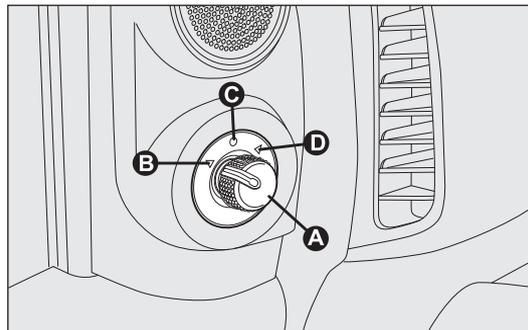

fig. 38
- sélectionner à l'aide du déviateur A-fig. 38 le rétroviseur souhaité (droit ou gauche) ;